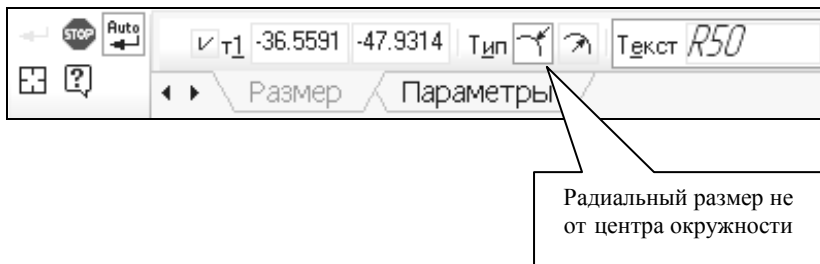

Рис. 6
9) На «*Панели свойств*» во вкладке «*Размер*» измените тип радиального размера на «*Радиальный размер не от центра окружности*» (рис. 6).